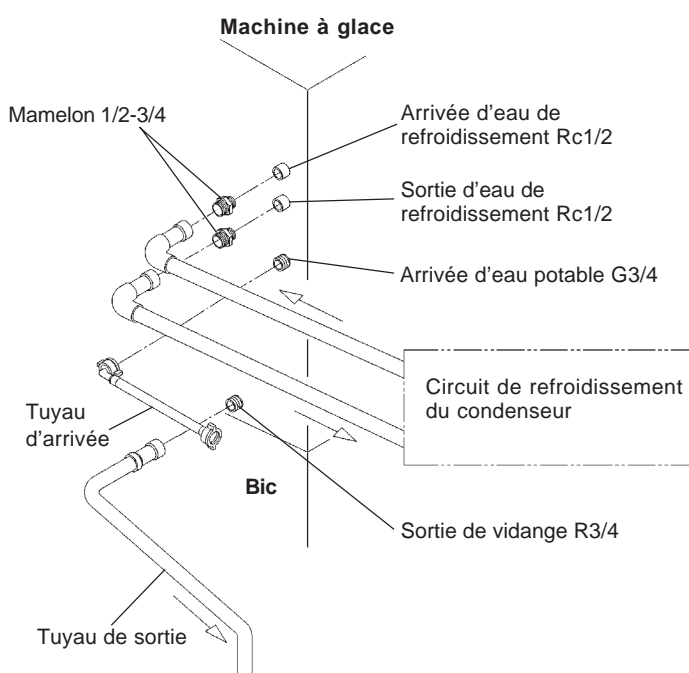

Fig. 9
[a] Branchements standard conformes aux réglementations WRC au Royaume-Uni (Fig. 9 et 10)
- 3) Raccorder le tuyau gris de vidange (accessoire) au raccord R3/4 à l'arrière de la machine à glace comme indiqué (Fig. 9), en contrôlant le placement correct de la rondelle d'étanchéité en caoutchouc avant de serrer le joint manuellement. Ce tuyau peut être coupé à la longueur voulue en fonction de la position de vidange principale.
- 5) Raccorder le circuit de refroidissement du condenseur à l'extrémité libre des mamelons 1/2-3/4 comme indiqué (Fig. 9) à l'aide d'un tuyau rigide adapté. Utiliser du ruban PTFE et/ou du mastic d'étanchéité adéquat pour former un joint étanche.